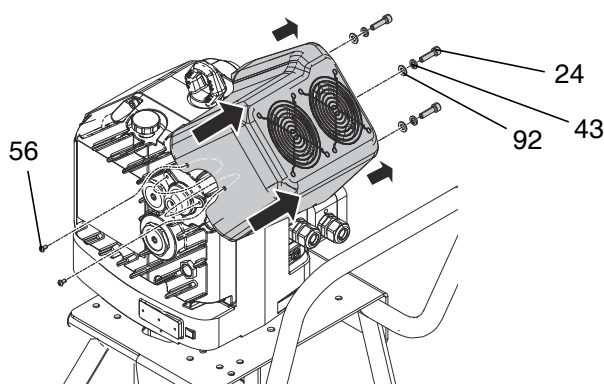

FIG. 14 : Dépose de l'ensemble du ventilateur
- Installer le nouvel ensemble du ventilateur. Pour rattacher l'ensemble du ventilateur, glisser le couvercle dans les fentes pour languettes sur le côté du boîtier de raccordement et pousser doucement sur l'extrémité la plus éloignée (voir FIG. 14 à la page 18).